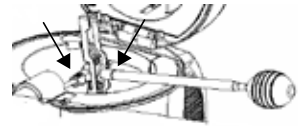

Abb.13
5. Drücken Sie langsam die Pumpe, damit das Wasser durch das Steigrohr und den den Zapfhahn laufen kann (Abb. 13).